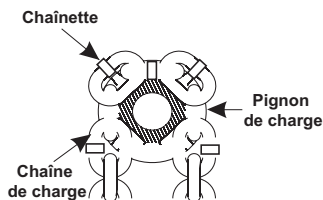

fig.3B
7. Installer la chaîne par l'exécution d'un morceau de fil ou ficelle entre le guide de chaîne et pignon du rouleau de charge puis sur et autour de la charge d'entraînement. Attacher la chaîne au fil ou ficelle et tirez-la dans le palan de sorte que le premier lien est debout sur le bord de l'une des fentes de la charge, avec le pignon de la roue dentée de sou dure (voir fig.3B). Mettre le bouton de direction en position neutre et tourner dans le sens horaire jusqu'à la roue la charge consommée dans le pignon de la charge . Déposer la goupille fendue de l'axe côté mou et faire glisser l'axe d'un côté. Tirer l'extrémité de la chaîne sous le rouleau de guidage de la chaîne et le crochet le dernier lien sur l'axe côté mou, en vous assurant que la chaîne n'est pas tordue. Faites glisser l'axe côté mou retour en position et poser la goupille fendue à travers elle.